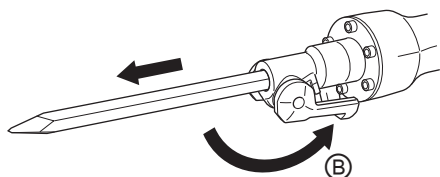

Fig. 6
- (3) Fije el accesorio en su lugar poniendo el retén en la posición (B). Para comprobar si el accesorio ha quedado adecuadamente montada, tire del mismo. (Fig. 6)